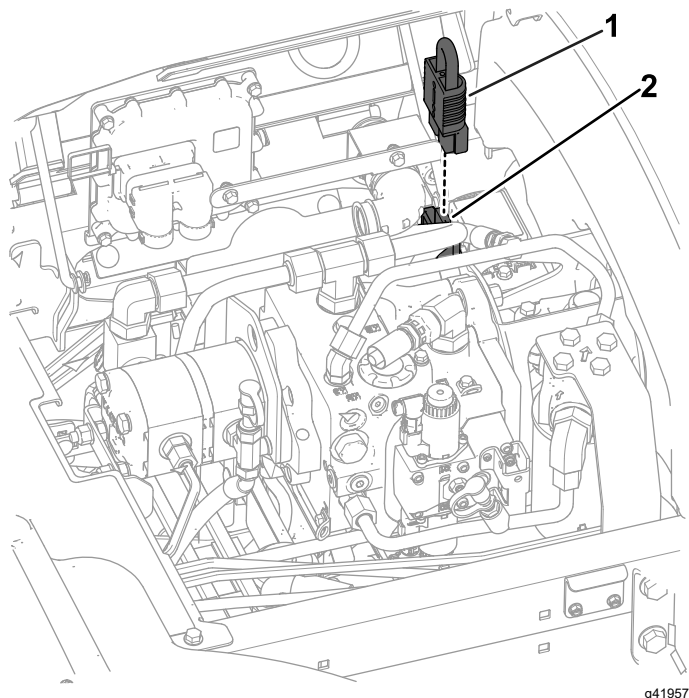

Рисунок 5
4. Отсоедините перемычку отключения аккумулятора в системе на 48 В пост. тока (**Рисунок 5**).